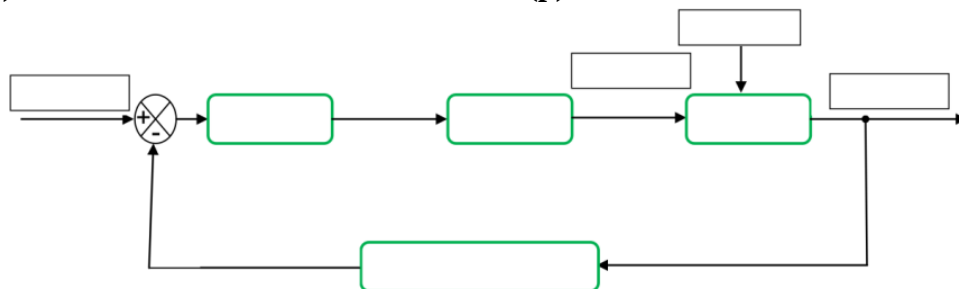

Figure 2. Schéma bloc de la régulation de pression.
- 2) Complétez le schéma bloc (**Figure 2**) de régulation sachant que : (0.5x8 Pts)